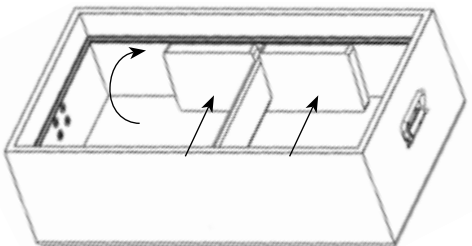

Figura 23
3. Una vez que el corte del espaciador de espuma está centrado por debajo de la costilla de madera, girarlo hacia arriba 90 grados y empujarlo contra el costado de madera. Ver la figura 23.